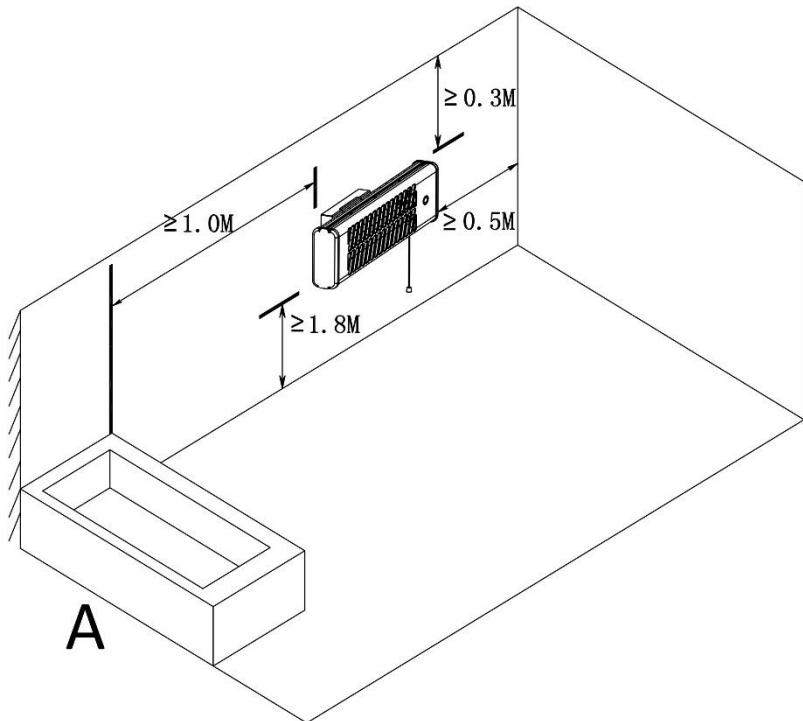
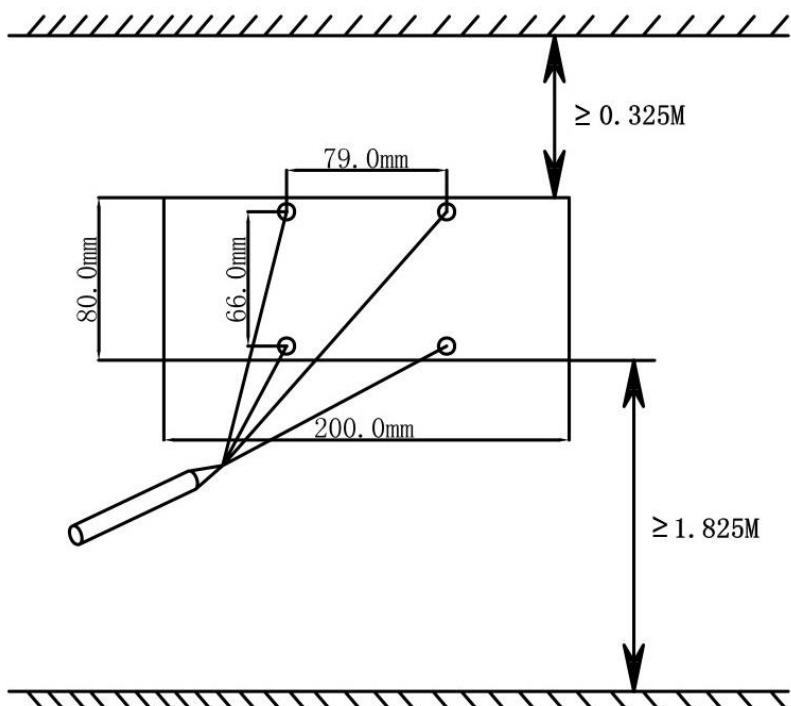

Fig.3
Fig.4
2. Installeer de kwartskachel alleen in een horizontale positie. Installeer het niet aan het plafond of verticaal. Houd tijdens de installatie rekening met de minimale afstanden die in Fig. 3 zijn aangegeven. Installeer het verwarmingstoestel op minstens 1800mm boven de vloer, 300mm onder het plafond en 500mm van zijdelingse mu()ur(en).
3. Zoek naar de meest gepaste positie zodat het trekkoord en de schakelaar op elk moment eenvoudig te bereiken zijn en houd rekening met de minimale afstanden die in Fig. 3 zijn aangegeven. Markeer de montagegaten op de muur waar u de kachel wilt installeren. Neem de waarden op Fig. 4 als referentie. Markeer een kruis in het midden van het gat om nauwkeuriger te boren. (Zie Fig. 4)